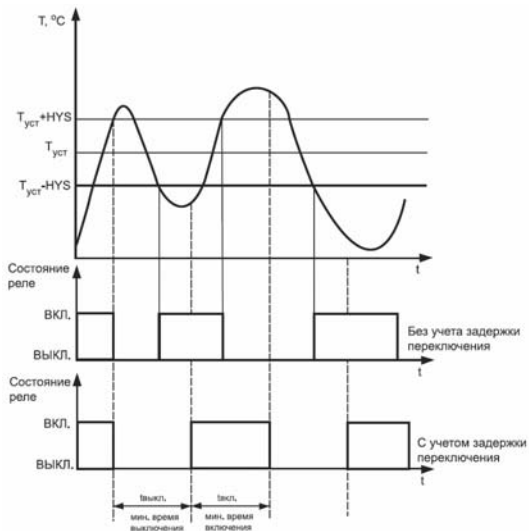

Рисунок 3.8
3.1.5.1.3 Для ЛУ может быть задано минимальное время удержания выхода в замкнутом и разомкнутом состояниях. ЛУ может удерживать выход в соответствующем состоянии в течение заданного в времени, даже если по логике работы устройства сравнения требуется переключение (рисунок 3.8).